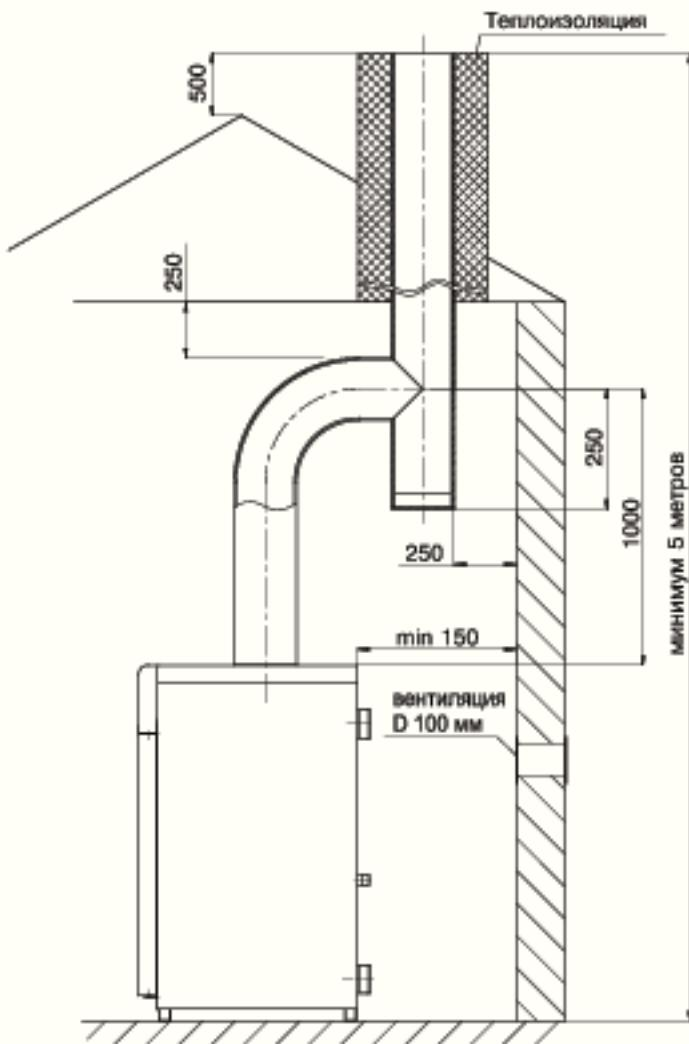

Рис. 4.
- 6.10. Устройство дымохода, к которому подключается котёл, должно соответствовать СП42-101-2003 «Общие положения по проектированию и строительству газораспределительных систем» (см. рис. 4).